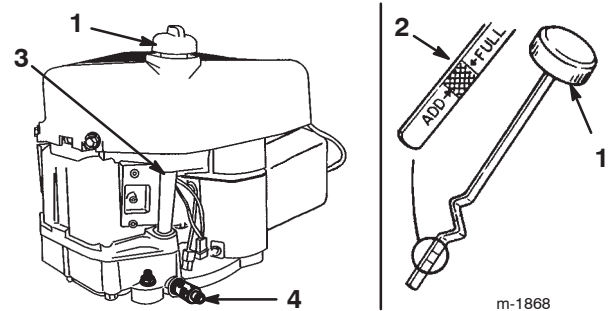

Figure 18
7. Nettoyez la surface autour de la jauge d'huile (Fig. 18) pour éviter que des impuretés ne s'introduisent dans le goulot de remplissage, ce qui risquerait d'endommager le moteur.
8. Dévissez la jauge d'huile et essuyez soigneusement l'extrémité métallique (Fig. 18).
9. Revissez la jauge complètement dans le goulot de remplissage (Fig. 18).
13. Nettoyez la surface autour du bouchon de jauge d'huile et dévissez le bouchon (Fig. 18).
14. Versez lentement environ 80% de la quantité d'huile moteur dans le goulot de remplissage (Fig. 18) (voir Entretien de l'huile moteur, page 23).